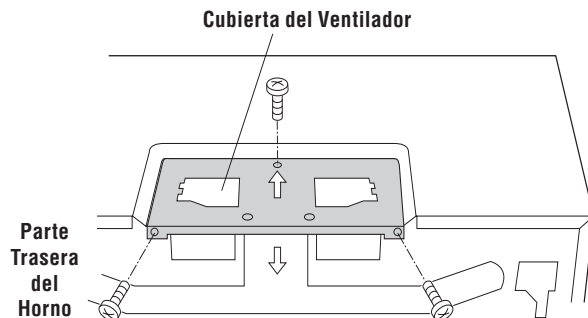

Figura 7
la Cubierta del Ventilador deslizándola en dirección opuesta a la fecha indicada sobre la Cubierta de Ventilador, según se muestra en la Figura 7.
1. Remueva y guarde los 2 tornillos del borde trasero y 1 tornillo de la parte central superior de la Cubierta del Ventilador. Remueva la Cubierta del Ventilador deslizándola en dirección opuesta a la fecha indicada sobre la Cubierta del Ventilador según se muestra en la Figura 7.